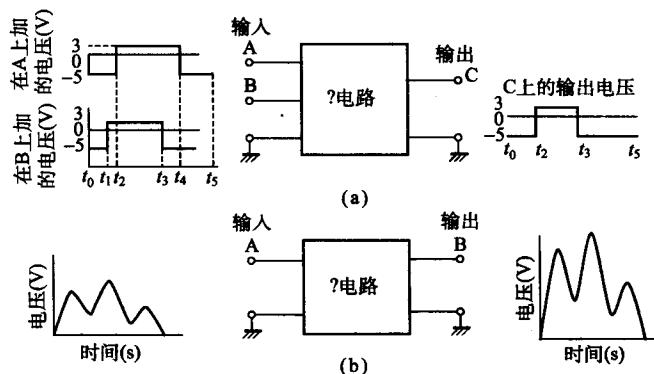

图 1.4
**【例题 1.2】** 图 1.4(a)、(b) 的电路是数字电路还是模拟电路？
**【解答】** 图 1.4(a)中,在 A、B 端输入运算电压,转换成输出 C 的电压波形。图 1.4(b)中,输出 B 与输入 A 有比例关系,振幅被放大。故图 1.4(a)是数字电路,图 1.4(b)是模拟电路。